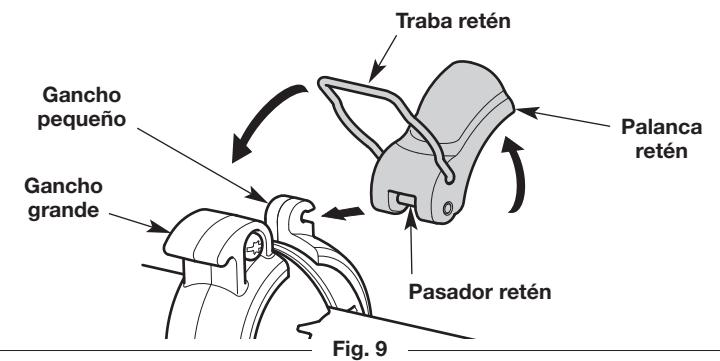

Fig. 9
- Empuje el pasador retén por completo en el gancho pequeño de la manija (Fig. 9). Levante la palanca retén y empújela hacia el gancho grande (Fig. 9). Deslice la traba retén sobre el gancho grande (Fig. 9).